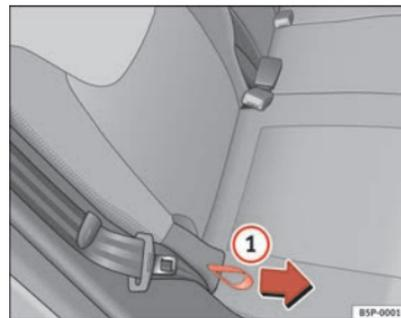

Fig. 97 Regolazione dell'inclinazione dello schienale del sedile posteriore
- Afferrare lo schienale per la parte superiore. Tirare in direzione della freccia la maniglia flessibile che si trova su un lato del sedile ⇒ fig. 97 ① tenendola poi tirata. Contemporaneamente spingere lo schienale all'indietro portandolo nella posizione desiderata, infine lasciare la maniglia. ▶